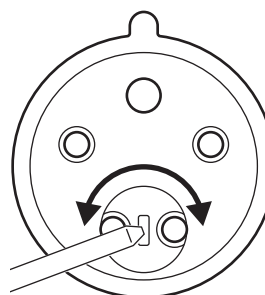

Fig. 16
3. Die Drehrichtung des Ventilators überprüfen. Die Drehrichtung des Ventilatormotors wird durch Starten des Motors und sofortigem wieder Ausschalten ermittelt. Bei abnehmender Drehzahl ist die Drehrichtung des Motors durch die Schutzhaube für die Motorkühlung zu erkennen. Bei falscher Drehrichtung (entgegen der Pfeilrichtung, Aufkleber gemäß **Fig. 1** Pos. 6) mit einem Schlitzschraubendreher die Phasen im Stecker vertauschen, siehe **Fig. 16**.